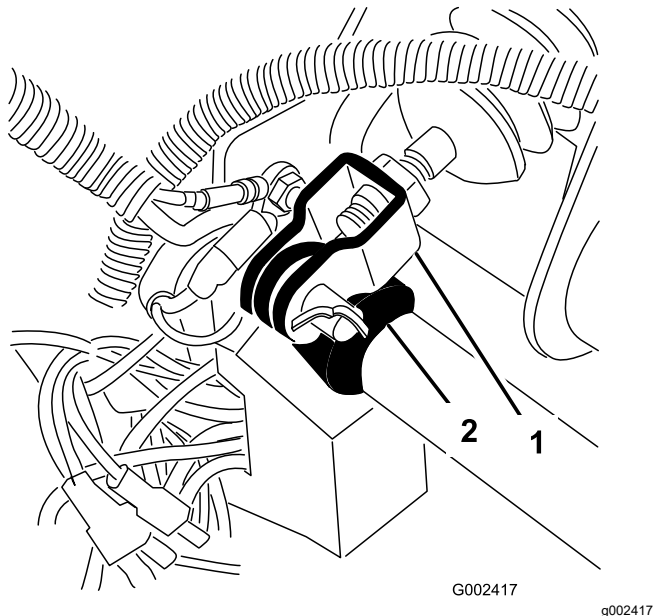

Figura 58
1. Retire el pasador de horquilla y la chaveta que fijan la horquilla del cilindro maestro al pivote del pedal de freno (**Figura 58**).